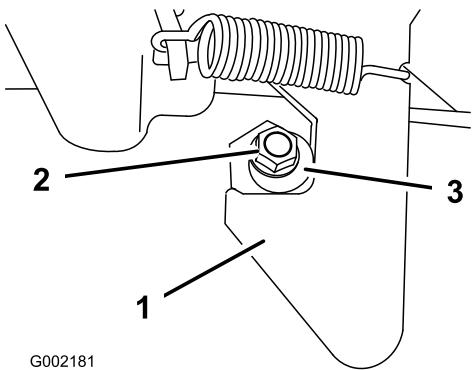

Рисунок 65
1. Ослабьте затяжку контргайки в конце стойки защелки (Рисунок 65).
2. Поверните стойку защелки по часовой стрелке, пока она не будет плотно прижата к крючковой части защелки (Рисунок 65).